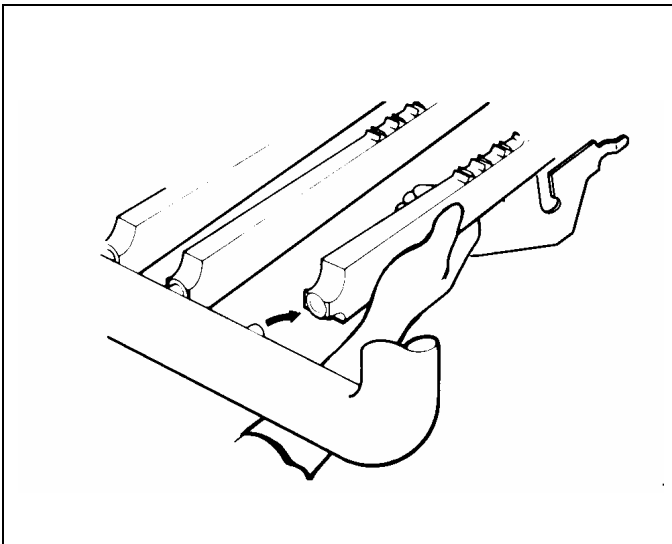

Рис.50. Снятие горелок.
6. Возьмите горелку в руку и вытяните ее от коллектора, пока она не освободится от форсунки. Выньте ее из блока горелок (см. рис.50).